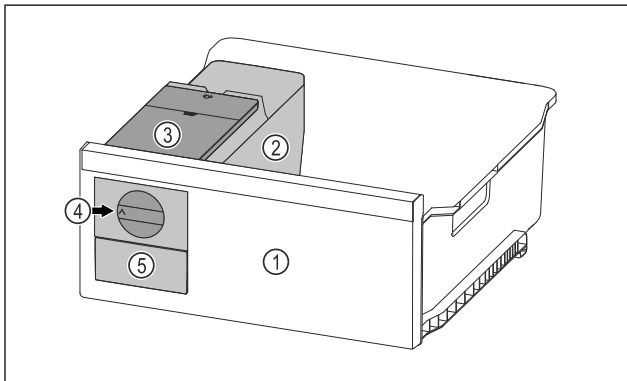

Fig. 109 Példaként szolgáló ábrázolás
- ▶ A forgógombot Fig. 109 (4) ütközésig forgassa el az óra járásával egyező irányban.
- ▶ A jégkockák a jégkockatartóból a jégkockafiókba Fig. 109 (5) hullanak.